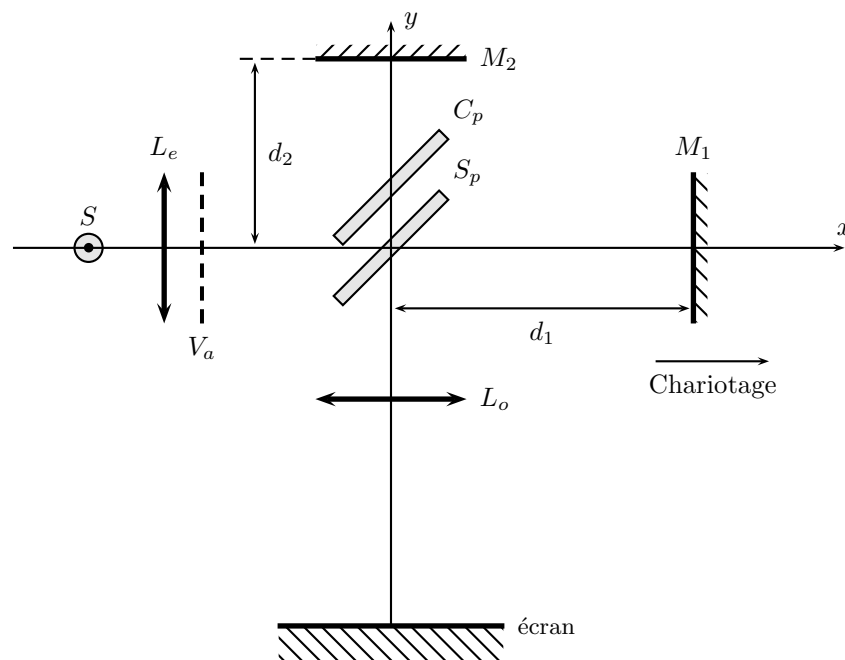

FIGURE 7 – Projection de la figure d'interférences
**18.** On va maintenant chercher à projeter sur un écran, les anneaux observés à l'œil. Enlever le verre dépoli, éclairer les miroirs en concentrant sur eux la lumière de la lampe à vapeur de mercure grâce à la lentille  $L_e$ , voir le schéma de la figure 7. La lentille  $L_e$  possédera une distance focale assez courte par exemple  $f_e = 12,5$  cm. On peut aussi utiliser un condenseur qui est système convergent épais de courte focale concentrant efficacement la lumière. En sortie, placer une lentille  $L_o$  de focale 1 m. En jouant sur la position de la lampe et du condenseur, réaliser la figure la plus lumineuse et la plus grosse possible.